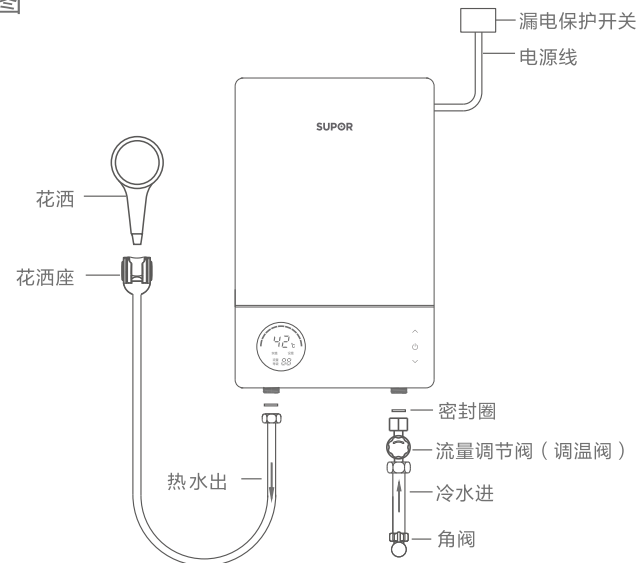

图5
5. 出水管安装：将已安装的花洒组件接头与机器出水口接驳好（见图5）。